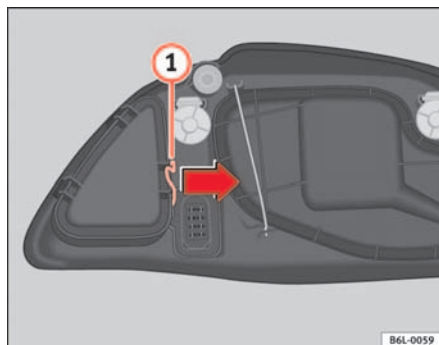

Fig. 146 Luz de población
- Desplace el tirante **1** ⇒ fig. 146 en el sentido de la flecha y retire la tapa.